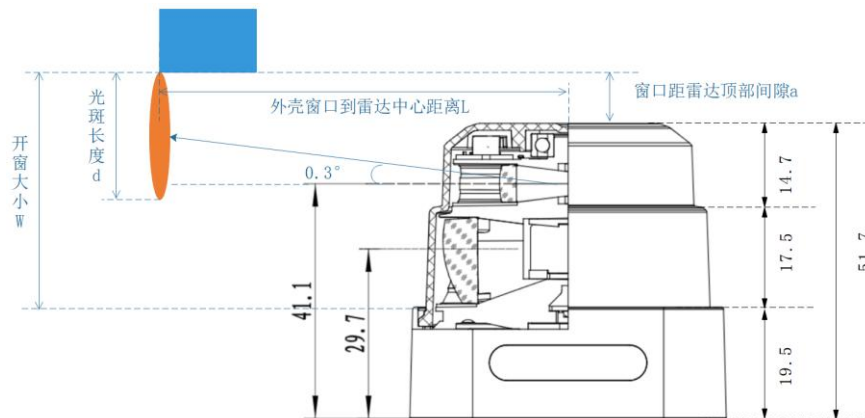

图 4-3 雷达安装环境开窗示意图
如图 4-3，设备开窗需要考虑雷达安装角度、光斑俯仰角及光斑长度，默认设备窗口中心与雷达发射接收系统光轴重合；假设雷达装机角度误差为 1° ，雷达俯仰角为 0.3° 时，开窗与雷达中心距离 L 为 0.5m ；光斑长度 $d=6.5+4.3*L$ ，计算可得 0.5m 处光斑长度 8.65mm ；窗口与雷达顶部间隙 $a=1000*L*\tan(1+0.3) + 0.5d-10.6=500*\tan1.3+0.5*8.65-10.6$ ，计算可得间隙距离为 5.075mm ；开窗大小 $W=32.2+a$ 根据计算可得开窗大小至少为 37.3mm ；
- 理想情况下，设备开槽窗口高度需大于激光雷达的光学窗口，具体开窗尺寸参考图 4-3 雷达安装环境开窗示意图；若设备开槽高度需小于光学窗口，需与蓝海研发确认结构设计；